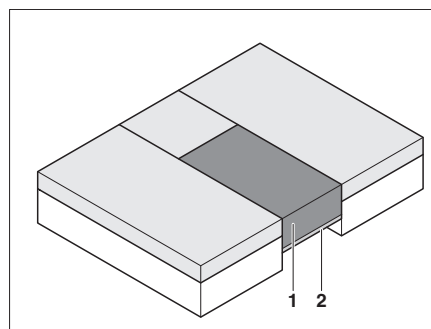

Fig. 76 Dopo la trasformazione
- Collocare il cuscino aggiuntivo (Fig. 76,1) sul telaio portamaterasso (Fig. 76,2) estratto.
Per portare il cuscino aggiuntivo (Fig. 76,1) alla stessa altezza degli altri cuscini, è necessario premerlo con forza.
- ▷ Inserire il cuscino aggiuntivo (Fig. 76,1) e sedersi sopra.